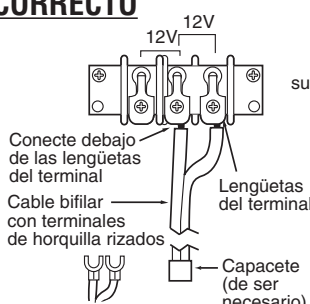

FIGURA 3
1. Si cablea por una estructura de construcción, consulte la Precaución N° 6. Para instalaciones que no necesiten cableado por medio de una estructura, retire la placa de enganche del conducto (consulte la Figura 3) quitando dos tornillos que fijan la placa a la caja del transformador. Deseche la placa.